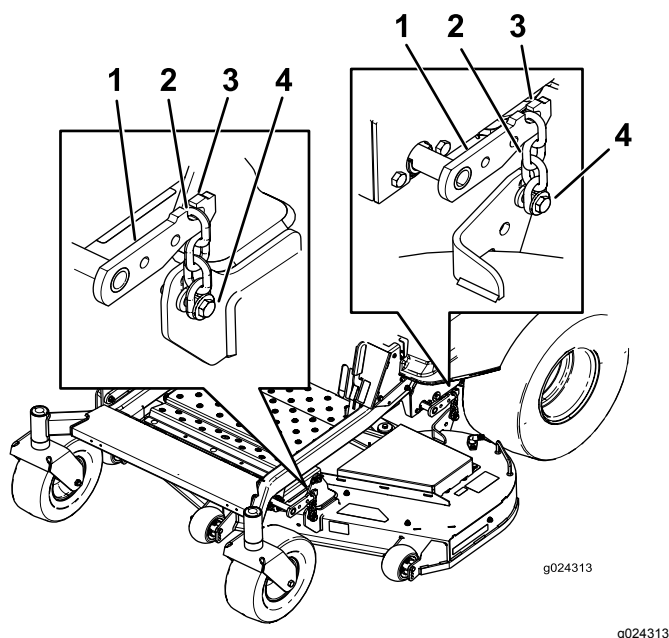

Figura 74
8. Rimuovete le catene dai ganci sui bracci di sollevamento del piatto (Figura 74).
6. Alzate la parte posteriore del piatto di taglio e attaccate le catene ai bracci di sollevamento posteriori (Figura 74).
7. Attaccate le catene anteriori ai bracci di sollevamento anteriori (Figura 74).